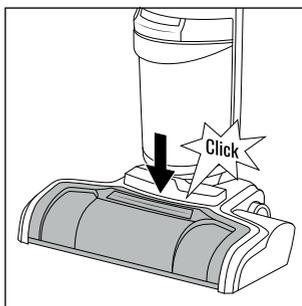

Fig. 42
- ◆ Poi premere il paraspruzzi **7** in posizione finché non s'innesta udibilmente nel piede **3** (vedere fig. 42).